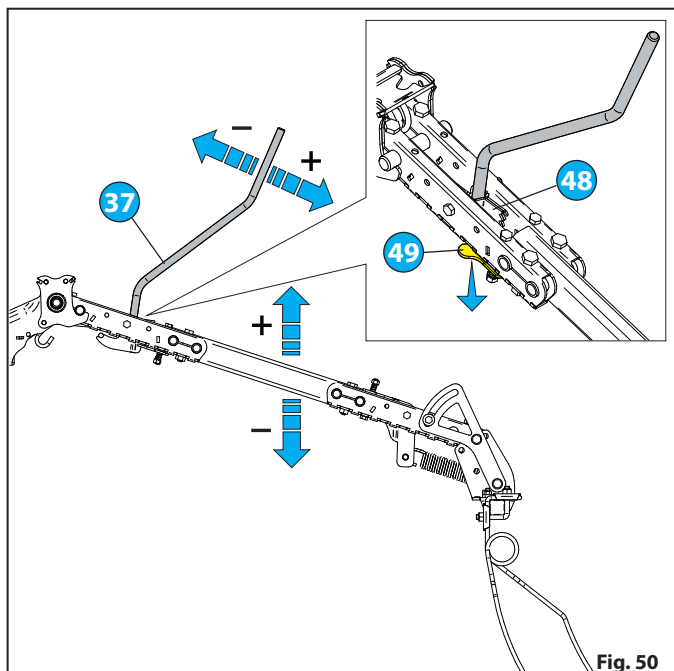

Fig. 50
- Dźwignię **37** dostarczoną jako wyposażenie siewnika, wprowadzić na pierścień **48** zagarniacza "Fig. 50".
- Popchnąć haczyk **49** w dół, aby zwolnić sprężynę pierścienia "Fig. 50".